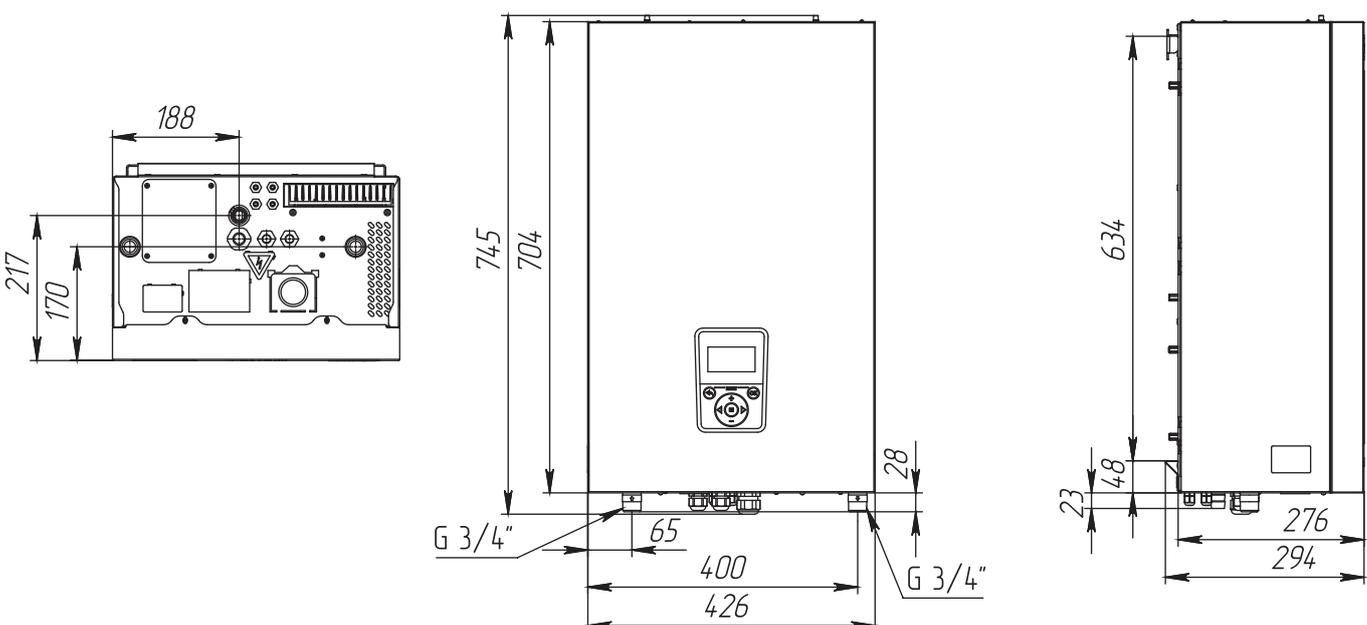
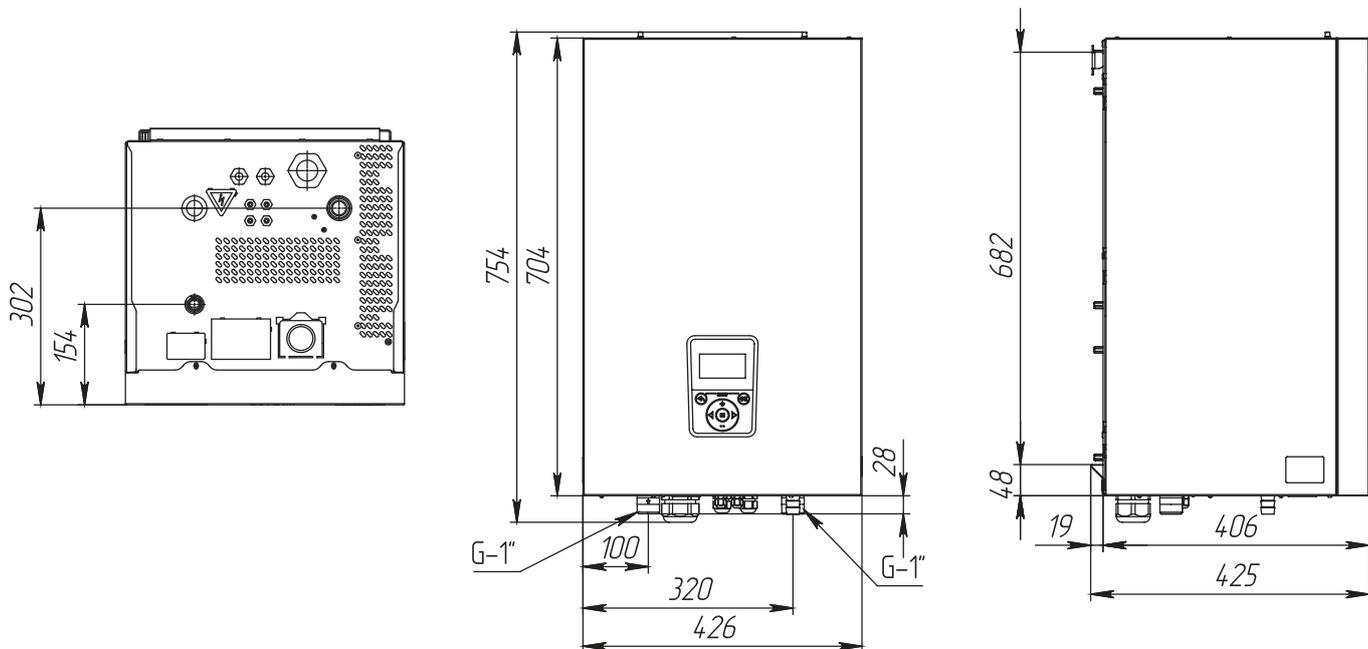

Рис.10 Габаритные размеры ZOTA МК-Х Plus 6-24 кВт
Рис.11 Габаритные размеры ZOTA MK-X Plus 30-42 кВт
1. Подсоединить котел к системе отопления. Габаритные и присоединительные размеры котлов указаны на **Рис.10**, **Рис.11**;